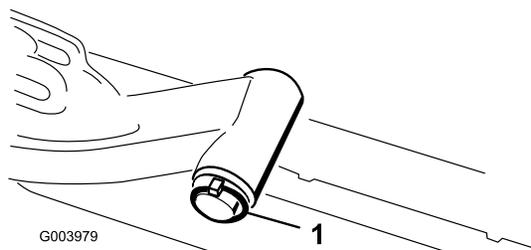

Figure 18
A. Retirez la goupille à anneau et la rondelle qui fixent l'axe de pivot du bras de levage au bras de levage, et sortez l'axe de pivot du bras (Figure 18).
C. Insérez l'axe du bras de levage dans le bras de levage et fixez-le à l'aide de la rondelle et de la goupille à anneau (Figure 18).